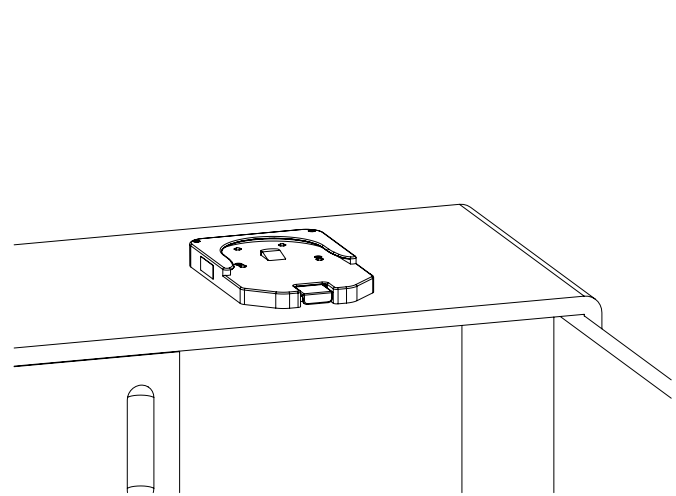

Figure 10: Installation de la Base de Fixation Allongée sur un comptoir
5. Retirer le gabarit de perçage et percer quatre (4) trous perpendiculairement, à l'aide d'une perceuse et d'une mèche 13/64 po.
- Placer la Base de Fixation Allongée sur le dessus de la surface d'installation, puis aligner les trous de vis (Figure 10 A).
- Insérer quatre (4) vis en acier inoxydable 10-32 po enduits d'adhésif frein-filet de force élevée (🔴) par le dessus de la surface d'installation, puis serrer en croix par le dessous de la surface à l'aide de quatre (4) rondelles de 0,040 po diam. int. X 1 po diam. ext. X 0,203 po ép., quatre (4) écrous 10-32 po D et d'un tournevis à tête Phillips (Figure 10 B).